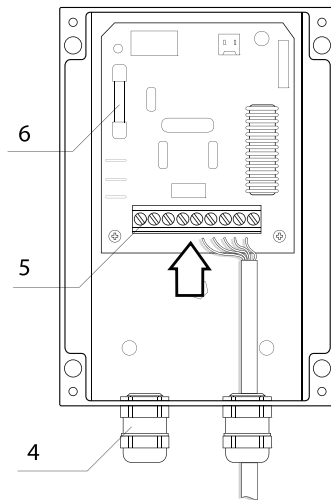
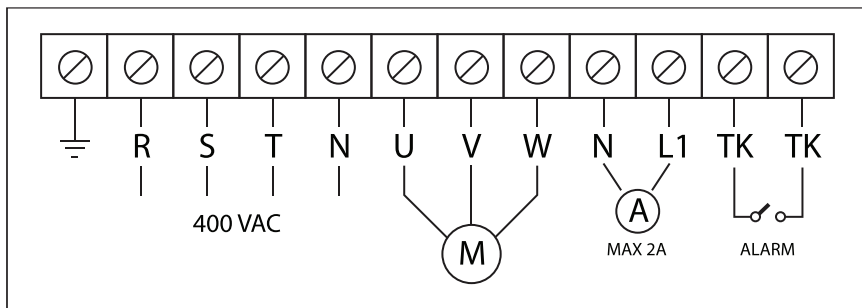

Рис. 3
Рис. 4. Схема электрических подключений
Регулятор имеет пять скоростей, выбор между которыми осуществляется выставлением поворотной ручки **1**, в одно из пяти фиксированных положений, и положение «**0**» в котором прибор выключен. В регуляторе предусмотрены клеммы **ТК** (см. рис. 4) для подключения термального контакта, вмонтированного в мотор вентилятора, при срабатывании термального контакта прекращается подача напряжения на двигатель вентилятора и загорается сигнальная лампа **3**, показывающая аварийную работу регулятора. Регулятор также имеет клеммы **L1,N** (230Vас/**макс 2А**) для подключения внешнего оборудования (например приводов воздушных заслонок). В случае перевода ручки регулятора в положение «**0**», напряжение на клеммы и электродвигатель вентилятора не подается.
Прибор оборудован плавким предохранителем — **6** (см.рис.3), защищающим прибор и подключенный к нему вентилятор, от повышенного токопотребления.
- Произвести электрические подключения согласно схемы (**см. рис.4**). Подключение внешних электрических проводников к изделию осуществляется при помощи винтовых клемм — **5** (**см.рис.3**). Ввод проводников во внутрь прибора производится через гермовводы — **4** (**см. рис.3**). На внешнем вводе (400В/50Гц) должен быть установлен встроенный в стационарную сеть электроснабжения автоматический выключатель.